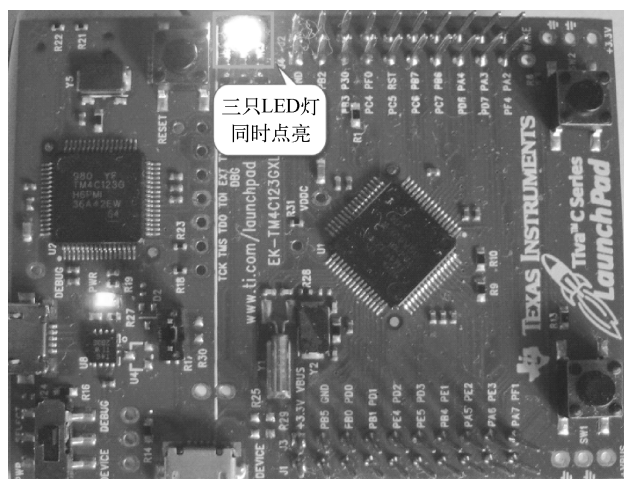

图 5-23 EK - TM4C123GXL 开发板测试结果
4) 在 EK - TM4C123GXL 开发板上对程序进行测试。导入编译产生的 .axf 文件到 EK - TM4C123GXL 板中，其运行及测试结果如图 5-23 所示。
从图 5-23 的测试结果来看，开发板能同时发出比较炫目的白色光芒，验证了所创建的 threeblinky_f 工程实现了设计思想。